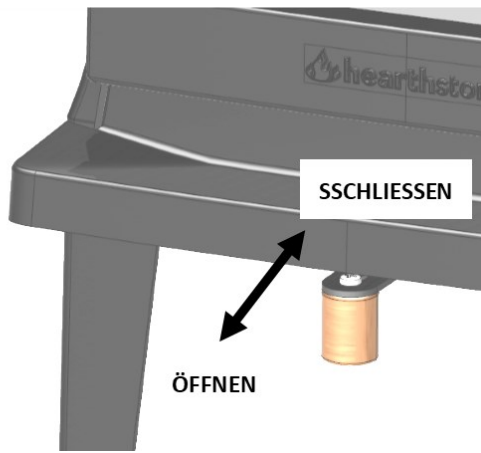

ABB. 5
Im Allgemeinen ist die Zwischenposition die optimale Position – abhängig von der Qualität und dem Zug des Kamins sowie der Art des verwendeten Brennstoffs (Hartholz oder Weichholz) (Abb. 5).
1. Die Luftregelklappe des Holzheizgeräts vollständig öffnen (Abb. 5)